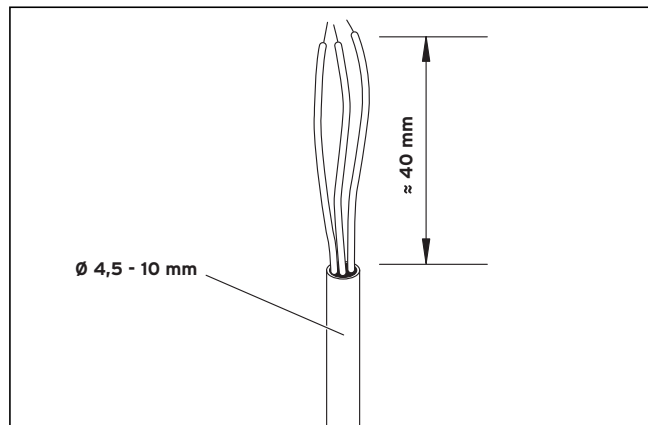

Fig. 4.16 Fjern kabelisolering
- Fjern kablets isolering som vist i fig. 4.16.